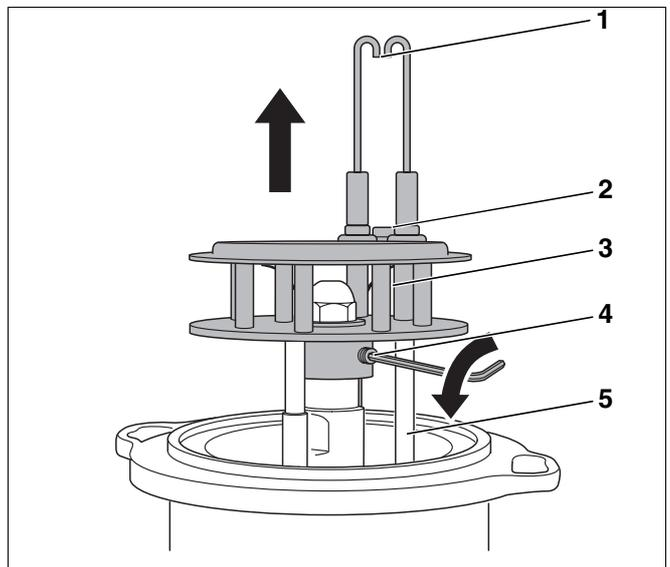
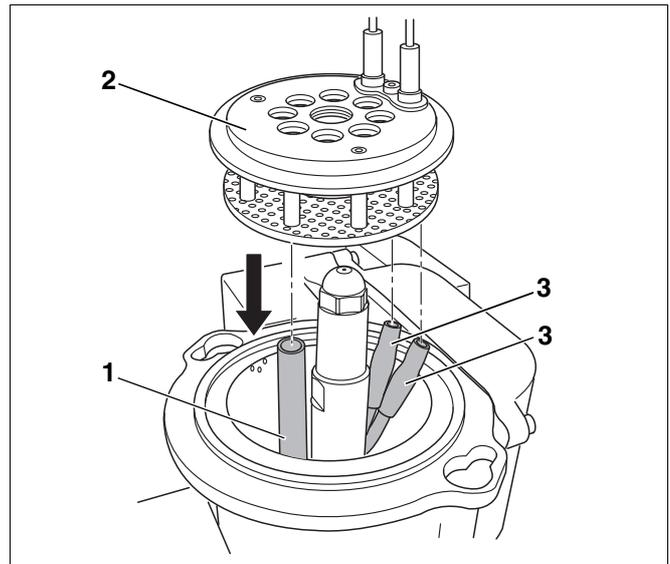

Fig. 59 Smontare il sistema di miscelazione
Fig. 61 Montare il sistema di miscelazione
Gli elettrodi di accensione (fig. 59, **pos. 1**) non devono presentare depositi.
- Svitare la vite (fig. 59, **pos. 2**) fra gli elettrodi d'accensione.
- Togliere gli elettrodi di accensione (fig. 59, **pos. 1**).
- Estrarre i cavi d'accensione (fig. 59, **pos. 5**) del trasformatore d'accensione.
- Allentare il prigioniero (fig. 59, **pos. 4**) del sistema di miscelazione (fig. 59, **pos. 3**), senza ruotare quest'ultimo.
- Togliere il sistema di miscelazione (fig. 59, **pos. 3**), tirando verso l'alto.
- Rimuovere i cavi d'accensione (fig. 59, **pos. 5**) degli elettrodi d'accensione (fig. 59, **pos. 1**).
- Fissare correttamente i cavi d'accensione (fig. 61, **pos. 3**) ai relativi elettrodi.
- Reinscrivere il sistema di miscelazione (fig. 61, **pos. 2**) e spingerlo con il prigioniero (fig. 59, **pos. 4**, pagina 70) fino all'arresto sul preriscaldatore del gasolio.